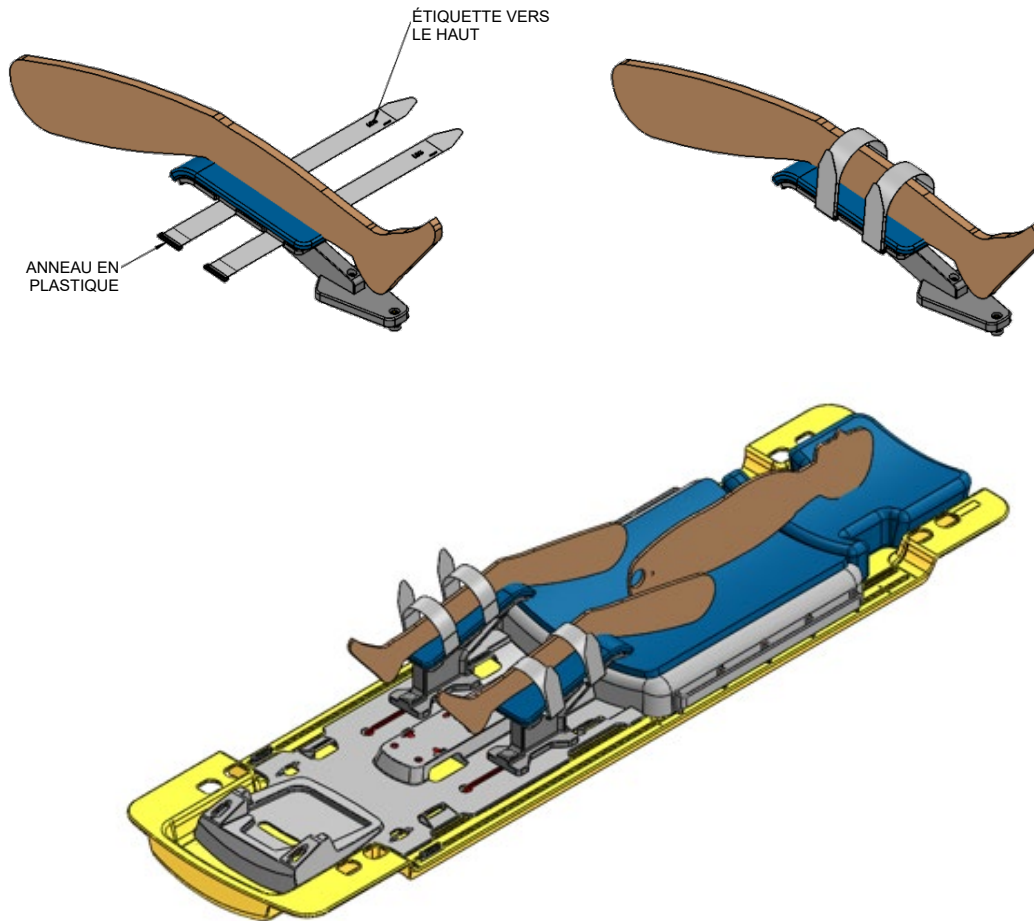

Figure 26 : Fixation des sangles de support de jambes
- c. Insérer sans serrer quatre accessoires de sangle de jambe en faisant passer les sangles dans les fentes de support de jambes, étiquette vers le haut (*Figure 26*).
- d. Soutenez les jambes du patient et régler les deux supports de jambes le long des fentes de la plaque de base, en fonction de la position du patient (*Figure 26*).
- e. À l'aide des quatre sangles de support de jambes qui ont été installées précédemment, enrouler chaque sangle de support de jambes autour de la jambe du patient et faire passer chaque sangle à travers l'anneau en plastique. Replier ensuite chaque sangle sur elle-même pour la fixer (*Figure 26*).